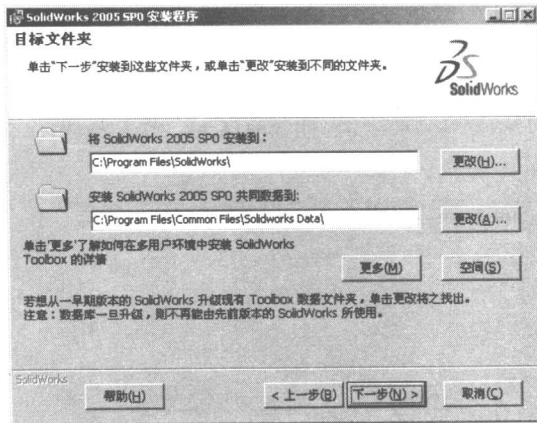

图 1-3
3. 通过帮助信息设置文件夹路径，单击（下一步）按钮，如图 1-3 所示。